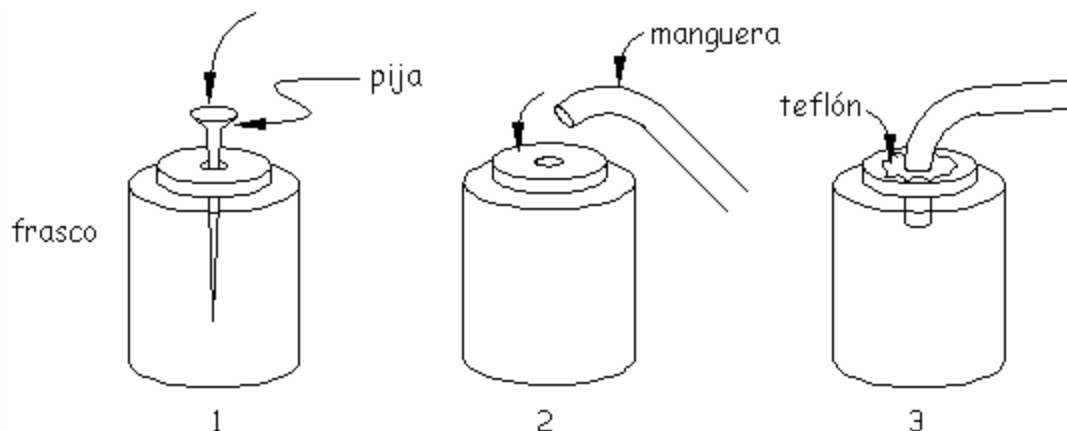

Figura 2
1. Prepara el frasco con tapa como se indica (Figura 2).